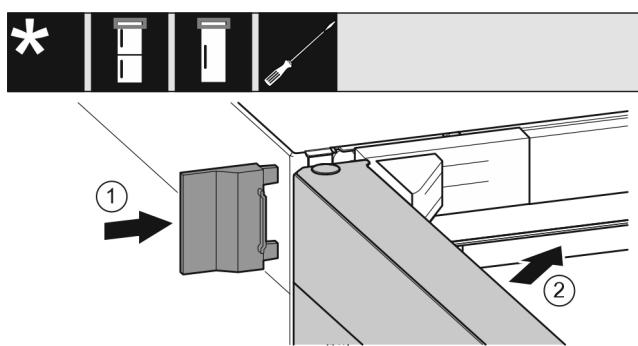

Fig. 21
- ▶ Надвиньте внешнюю крышку. Fig. 21 (1)
- Закройте верхнюю дверь. *Fig. 21 (2)*